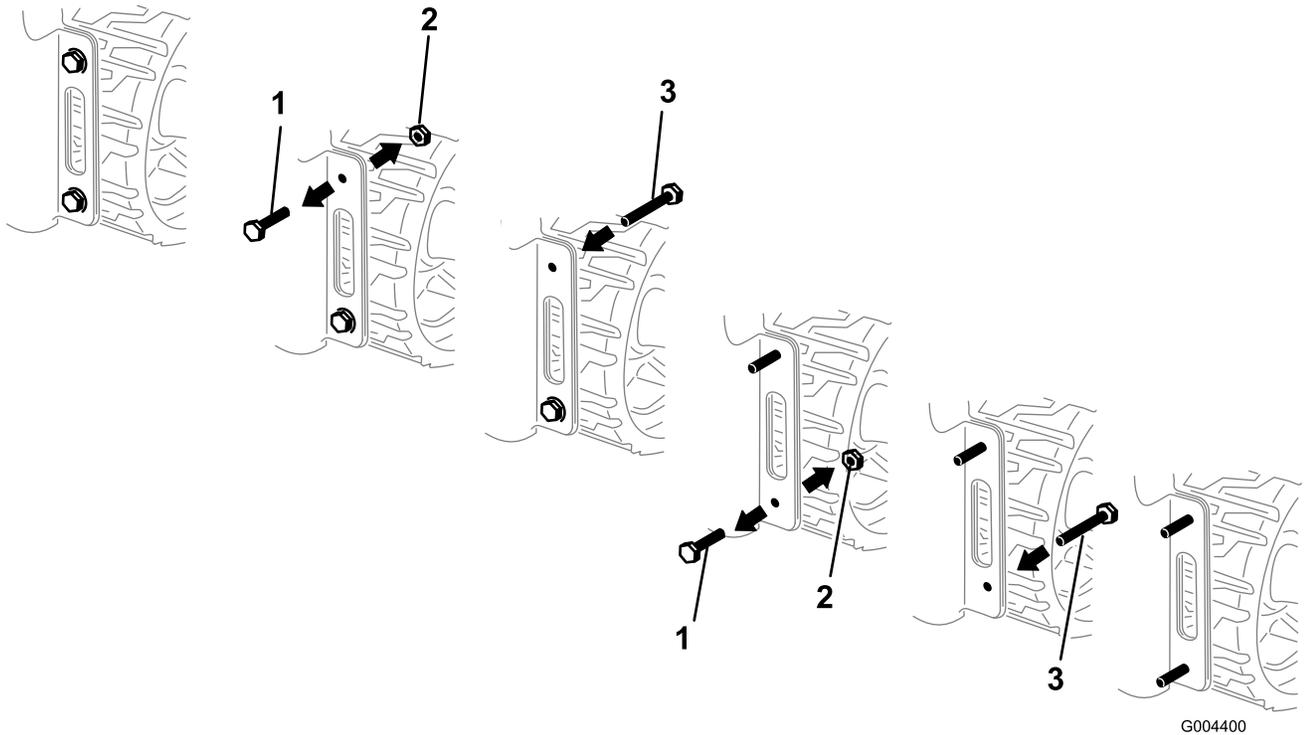

Figura 3
2. Uno por uno, retire y deseche los cuatro pernos y tuercas que sujetan los laterales del panel trasero inferior al bastidor, colocando en cada taladro un perno nuevo (1/2 x 1-1/2 pulgadas), instalándolo desde delante para mantener el encuadre mientras se libera la presión sobre el panel trasero (Figura 3).
Nota: Figura 3 muestra una unidad de tracción de la serie TX 500. Si usted tiene una unidad de tracción de la serie TX 400, el aspecto será algo diferente pero la configuración es similar.